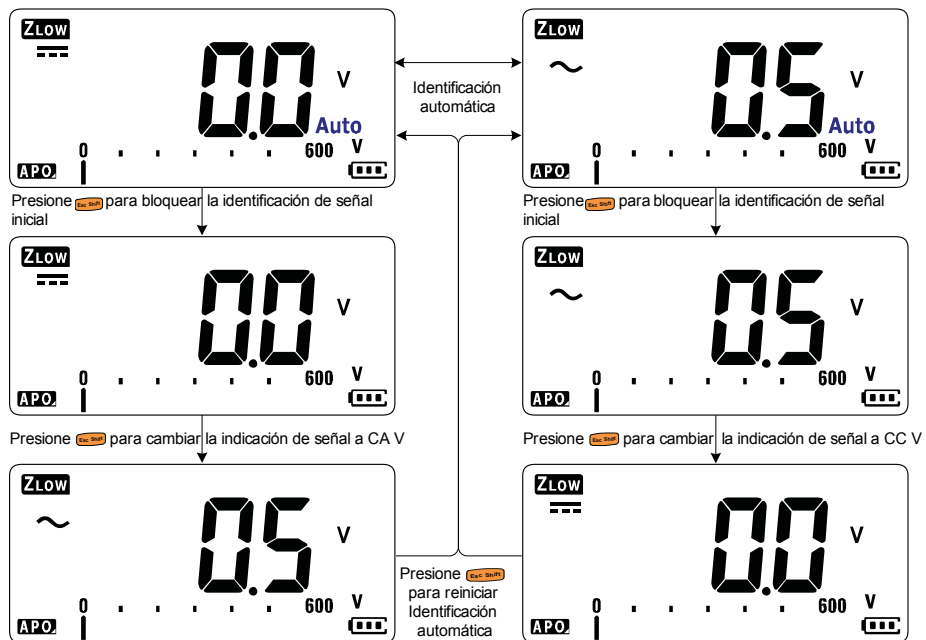

Figura 2-7 Flujo de identificación automática de  $VZ_{LOW}$
- Pulse **Esc Shift** una vez para bloquear la identificación de señal inicial ( $CA\ V$  o  $CC\ V$ ). Pulse **Esc Shift** de nuevo para cambiar la indicación de tensión de  $CA$  y  $CC$  en la pantalla principal. Al pulsar **Esc Shift** por tercera vez, se reinicia la identificación automática de la señal. Consulte Figura 2-7 para obtener más información.